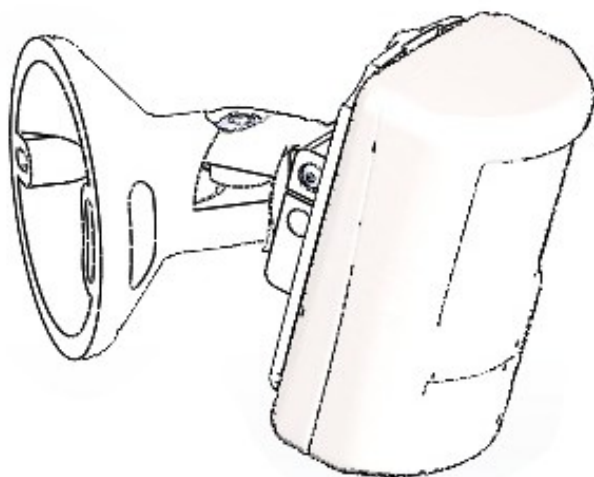

Рисунок 1 – Общий вид кронштейна с установленным извещателем
1.1 Кронштейн КРИП-1 (рис. 1, 2) предназначен для крепления извещателей охранных ИО30920-2, ИО40920-2 производства ООО «Рубеж» на стене или потолке.